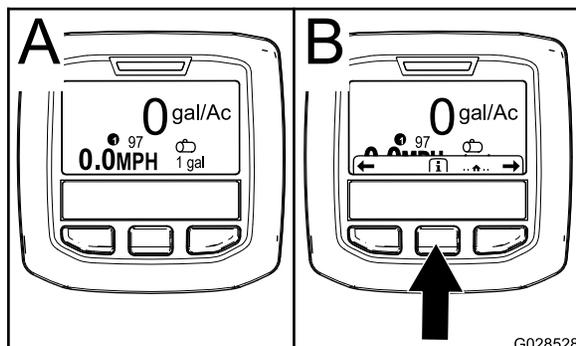

Рисунок 59
- Приблизительно через 15 секунд появится главный экран. Нажмите среднюю кнопку выбора, чтобы вывести информацию (Рисунок 59).